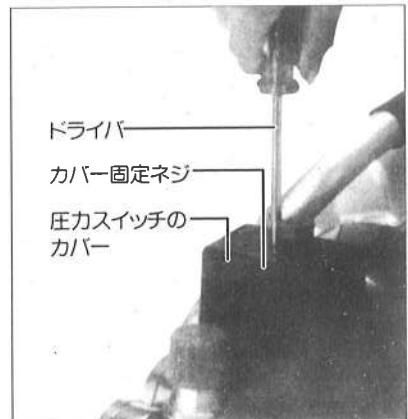

図6
- 圧力スイッチカバー上面の穴の中にネジが付いていますので、ゆるめてカバーを上に引きますとカバーはとれます。(図6参照)